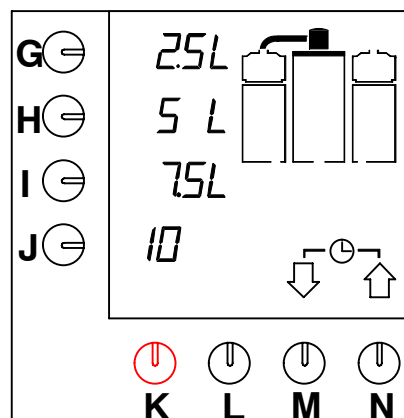

Fig. 5 Display med standardinnstillinger
- Indikasjonslampe i bryteren tennes. De innstilte standardbetingelsene og verdiene vises i displayet (fig. 5).